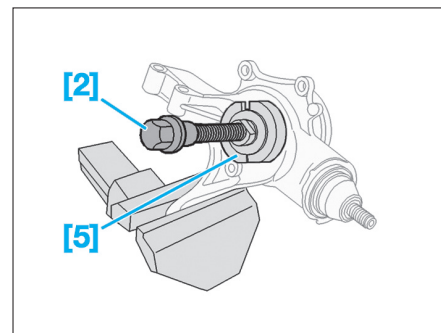

Fig. 32
• Positionner les outils [5] et [2] (Fig.32).